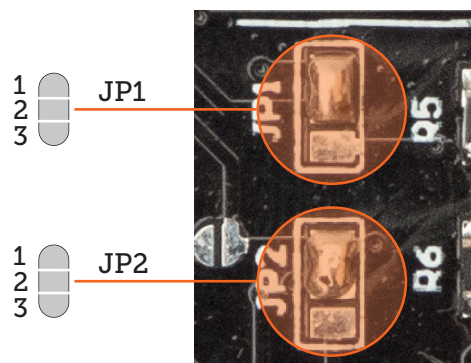

figura 7
- I Jumper JP1 e JP2 come al solito servono per rendere indipendenti e collegati alle uscite AUX1 ed AUX2 le luci rosse di marcia, per default il collegamento è quello standard di luci bianche/rosse sincrone con il senso di marcia. Vedi figura 7 e relativo schema.